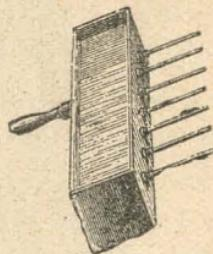

Fig. 84.—Aparato de Ingenhouz
2. **Conductibilidad de los sólidos.**—*Experimento de Ingenhouz.*—Se averigua la diferencia de conductibilidad de los sólidos con el aparato de Ingenhouz (fig. 84). Es una caja metálica que lleva clavadas, varitas de diferentes substancias cubiertas de cera amarilla, que penetran un poco en el interior. Estando la caja llena de agua hirviante, caliéntanse las varitas por conductibilidad y la cera se funde en una longitud tanto más larga cuanto mayor sea la conductibilidad.